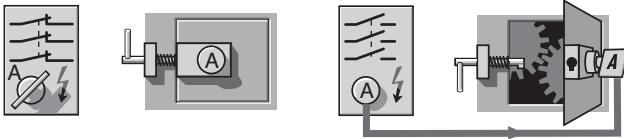

Figure 75 : verrouillage de l'alimentation avec système à clé captive
La méthode la plus pratique pour le verrouillage de l'alimentation est un système à clé captive (voir la figure 75). L'interrupteur d'isolement de l'alimentation est actionné par une clé qui est maintenue captive en position lorsque l'interrupteur est en position activée (ON). Lorsque la clé est tournée, les contacts de l'interrupteur d'isolement sont verrouillés en position ouverte (isolant l'alimentation) et la clé peut être retirée.